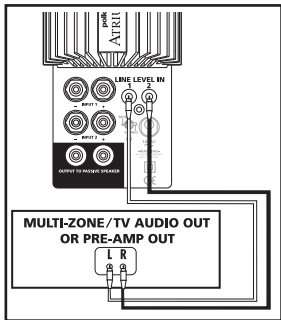

FIGURE 7
Hookup #1—Line Level [figure 7]. Use this hookup option for:
Méthode de connexion #1 - Niveau de ligne [figure 7].
- Multi-zone application using line level hookup [figure 7]—we recommend setting the Atrium volume control to the “noon” position.
- Application «multi-zone» avec connexion niveau de ligne [figure 7]—il est recommandé de régler le contrôle de volume à la position médiane (12h)